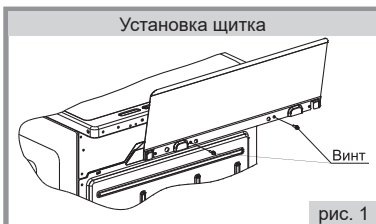

рис. 1
- Установка щитка на плиты моделей стиля 1Е6 путем крепления к столу двумя винтами (рис.1). Винты находятся в пакете с комплектующими.